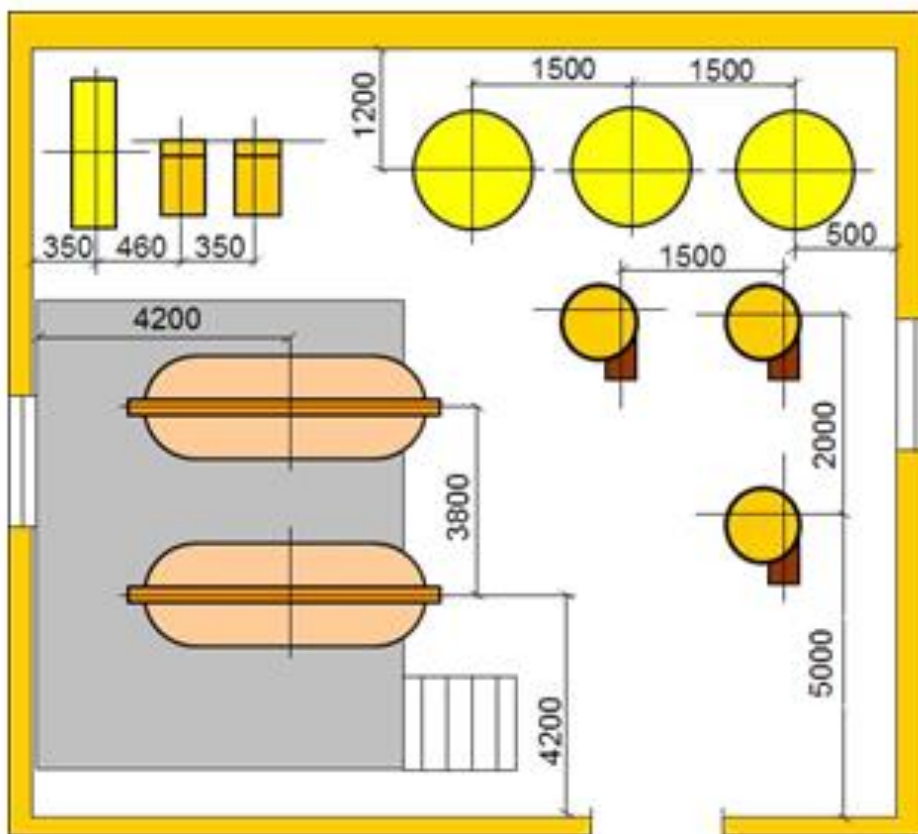

Рис.4 – Від стіни або від осі колон до головних монтажних осей обладнання
2. Від стіни або від осі колон до головних монтажних осей обладнання (рис.4).